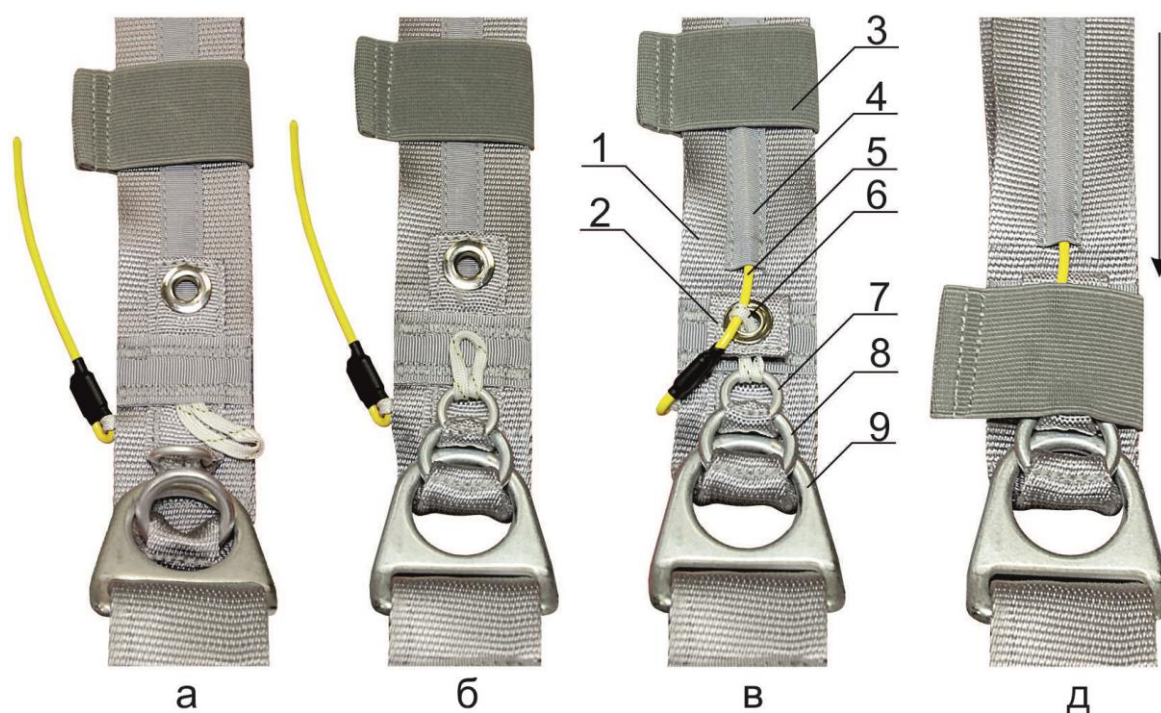

Рисунок 22 – Присоединение левого СК к подвесной системе
2.2.1 Проверив правильность монтажа строп ОП на СК, соединить левый СК (если СК подвесной системы отсоединялись) с левой пряжкой КЗУ (рисунок 22):
- отогнуть пряжку крепления СК под углом 90 градусов к ленте плечевого обхвата и вставить в неё со стороны грудной перемиčky большое кольцо СК (рисунок 22а);
- вставить малое кольцо СК в большое, пропустить петлю КЗУ через малое кольцо (рисунок 22б);
- зачековать петлю тросом левого СК, трос заправить в туннель (рисунок 22в);
- надвинуть на кольца КЗУ эластичную шлёвку (рисунок 22д).